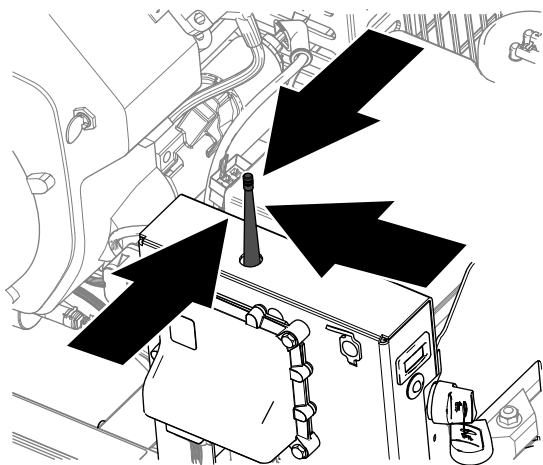

Figura 50
3. Ținând telecomanda portabilă, poziționați-vă în apropierea modulului de comandă wireless, într-o zonă cu linie vizuală clară i fără obstacole la antenă (Figura 50).